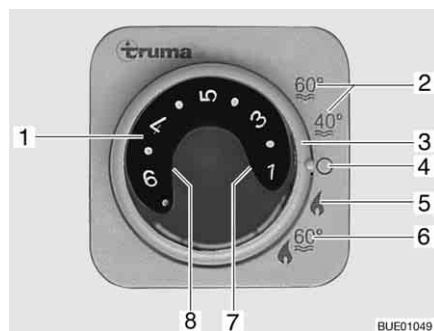

Fig. 189 Unité de commande pour chauffage/chauffe-eau
- Régler le mode de régime à l'aide de l'interrupteur tournant (Fig. 189,3).
Régime hiver Le chauffage règle le degré d'allumage automatiquement en fonction de la température ambiante requise. Une fois que la température ambiante désirée est atteinte, le brûleur s'éteint. La température intérieure est mesurée avec la sonde de température qui se trouve à côté du panneau de contrôle. En mode "Chauffage et chauffe-eau" (Fig. 189,6) l'eau est également chauffée dans le chauffe-eau. Il est possible de faire fonctionner le chauffage en mode "Chauffage sans chauffe-eau" (Fig. 189,5) et le chauffe-eau vide.
- Régler le bouton tournant de température (Fig. 189,1) de l'unité de commande sur le degré de chauffage désiré.
- Régler l'interrupteur tournant (Fig. 189,3) en régime hiver "Chauffage sans chauffe-eau" (Fig. 189,5) ou en régime hiver "Chauffage et chauffe-eau" (Fig. 189,6).
Le voyant de contrôle vert (Fig. 189,7) est allumé et indique simultanément le degré de température choisi.
Le voyant de contrôle jaune (Fig. 189,8) indique la mise en température de l'eau lorsque le chauffe-eau est rempli.
- Régler l'interrupteur tournant (Fig. 189,3) sur "O" (Fig. 189,4).